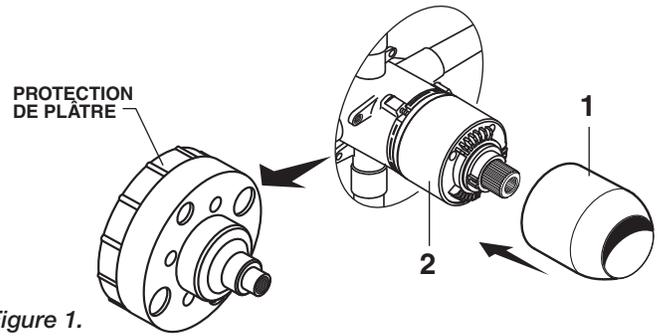

Figure 1.
- **Figure 1.** Enlevez la garde de plâtre de la valve. Le BONNET de poussée (1) sur la CARTOUCHE DE VALVE (2) jusqu'à ne placé contre l'arrêt.